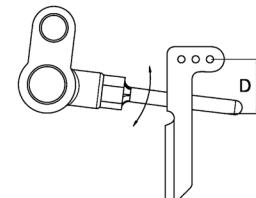

图26(Fig.26)
- 1.先放松偏心凸轮(F)固定螺钉(C) 前后调整至正确位置，再锁紧(C)，往前往前摆动快，往后摆动慢。
棉线，SP线：7-10mm (D) (图26)。
伸缩尼龙线：10-15 (D) (D) (图26)。
Cotton S sp headtr:7-10mm (D) (Fig.26)
Nylon thread :10-15mm(Fig.26)